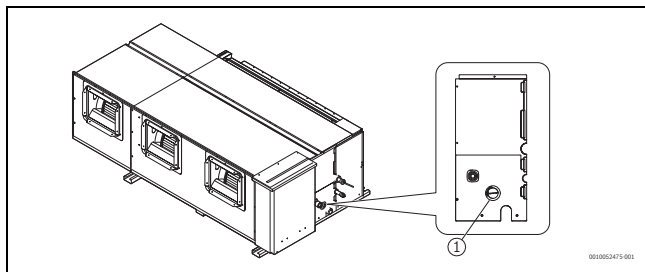

Bild 27
- Testkappe abnehmen (→ Abb. 27). Die Kappe am Gerätegehäuse muss während des Ablauftests abgeschraubt sein, um zu prüfen, ob die Ablaufpumpe eingeschaltet wird und ob ein Problem mit der Ablaufpumpe vorliegt.